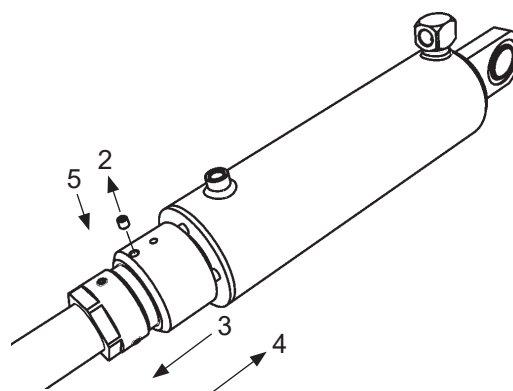

Abb.43. Anschlag und zugehörige Sicherungsschrauben
2. Lösen Sie die Verschlusschraube am Anschlag (2). Schrauben Sie den Anschlag komplett in Richtung der Ladebordwand zurück (3). Abb.43.
4. Richten Sie den Anschlag vollständig an der Oberseite des Zylinders aus (4). Abb.43.